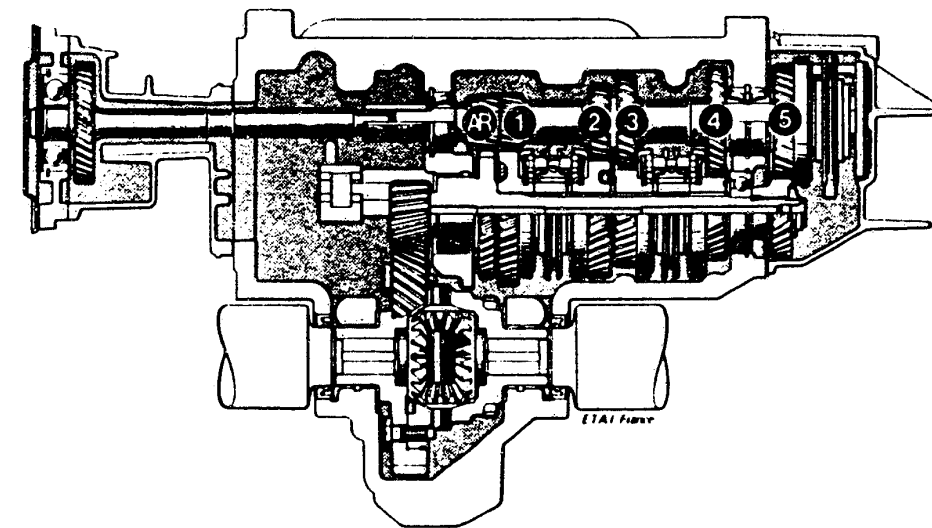

Bild 24 Schnitt durch das Fünfganggetriebe.
6.1 Übertragungsgetriebe (Bild 24)
Das Wechsel- und Ausgleichsgetriebe, das den unteren Abschluss des Motors bildet (Bild 24), wird als Einheit vom Motor getrennt. Beim Wiedereinbau sind die Schraubenlängen zu beachten!